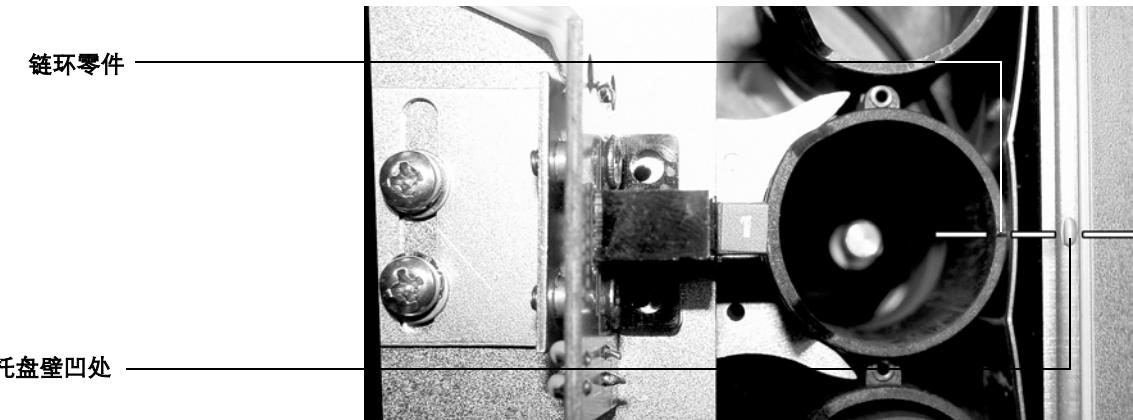

图 20 托盘链对准
- 3 确认托盘链环零件是否与托盘壁上的凹处对齐。请参见图 20。如果未对齐，请与 Agilent 维修代理联系。